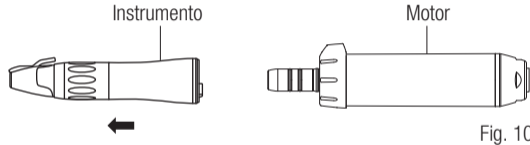

Fig. 10
5) Desmonte o instrumento do motor (Fig. 10).